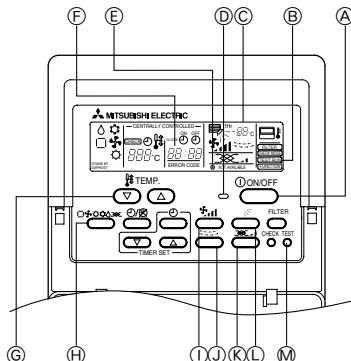

Fig. 7-1
7.2.1. Al usar el controlador remoto cableado (Fig. 7-1)
- ① Encienda el aparato por lo menos 12 horas antes de llevar a cabo la prueba de funcionamiento
- ② Pulse el botón de prueba de funcionamiento [TEST] (PRUEBA) dos veces. → Indicador del cristal líquido de prueba en funcionamiento "TEST RUN" (EJECUCIÓN DE PRUEBA)
- ③ Pulse el botón de selección de modo [Mode selection] (Modo). → Compruebe que sale aire.
- ④ Pulse el botón de selección de modo [Mode selection] (Modo) y cambie al modo de refrigeración (o calefacción). → Compruebe que sale aire frío (o caliente).
- ⑤ Pulse el botón de velocidad del aire [Fan speed] (Velocidad del aire). → Compruebe que cambia la velocidad del aire.
- ⑥ Cambie la dirección del aire pulsando el botón de circulación de aire [Airflow] (Circulación del aire) o el botón de rejilla [Louver] (Rejilla).
- ⑦ Desactive la prueba de funcionamiento pulsando el botón de activación/desactivación [ON/OFF] (ACTIVAR/DESACTIVAR). → Parar
- ⑧ Después de las comprobaciones, apague siempre la unidad.